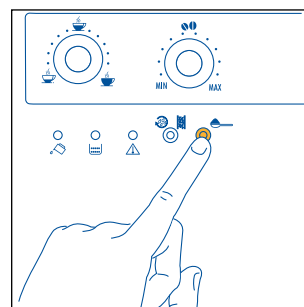

Fig.18
1. Tryck på knappen  för färdigmalet kaffe (fig. 18). Kontrolllampan i knappen tänds för att visa att denna funktion har valts och att kaffekvarnen är bortkopplad.